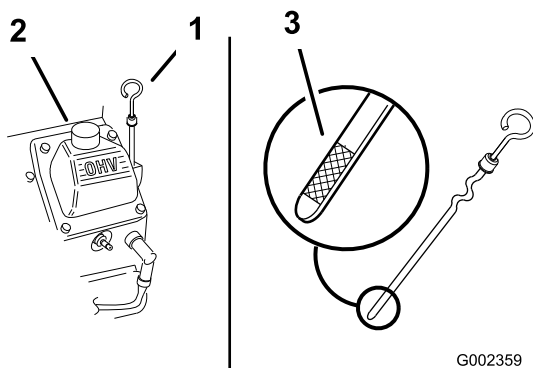

Figura 21
3. Limpie alrededor de la varilla de aceite (Figura 21) para impedir que caiga suciedad por el orificio de llenado y cause daños en el motor.
4. Desenrosque la varilla de aceite y limpie el extremo (Figura 21).
5. Deslice la varilla a fondo en el tubo de llenado, pero no la enrosque en el tubo (Figura 21).
- Vierta lentamente un 80% aproximadamente de la cantidad especificada de aceite por el tubo de llenado (Figura 21).